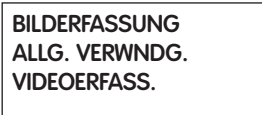

Abbildung 28. Einstellung auswählen
4. Navigieren Sie zu der gewünschten Einstellung (Abbildung 28) und drücken Sie auf **Auswahl**: